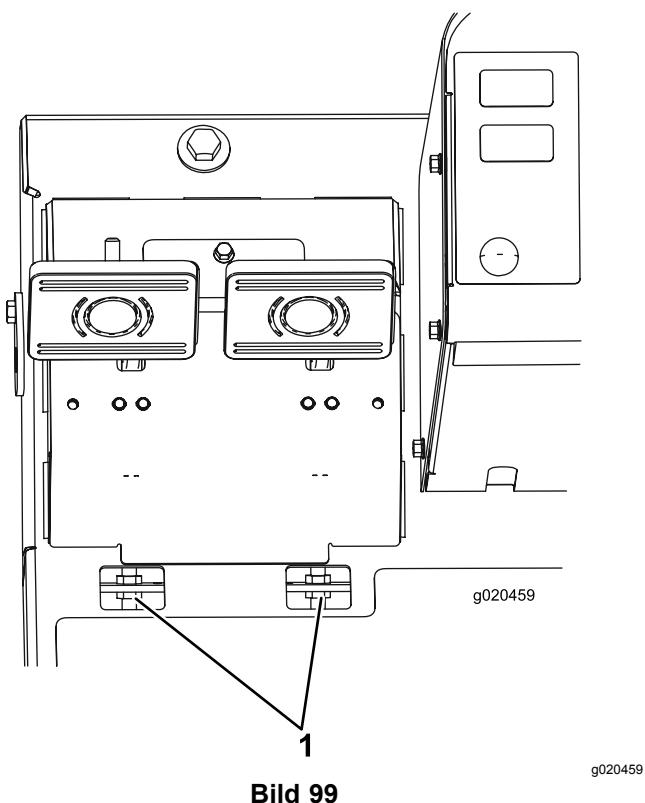

Bild 99
- B. Lockern Sie die vordere Mutter an der Gewindeseite des Bremszuges (Bild 99).